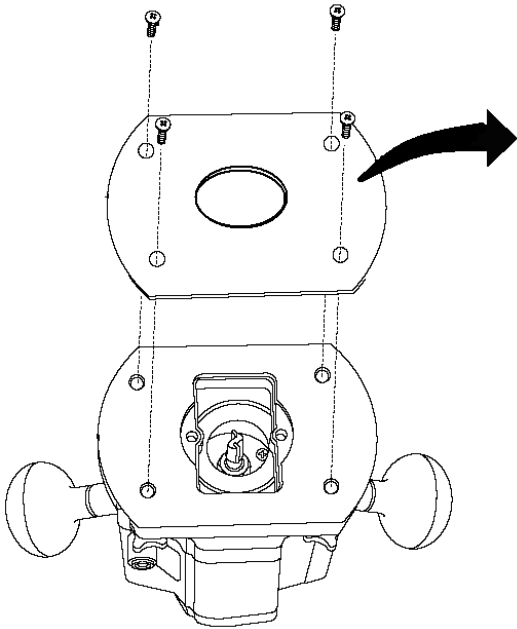
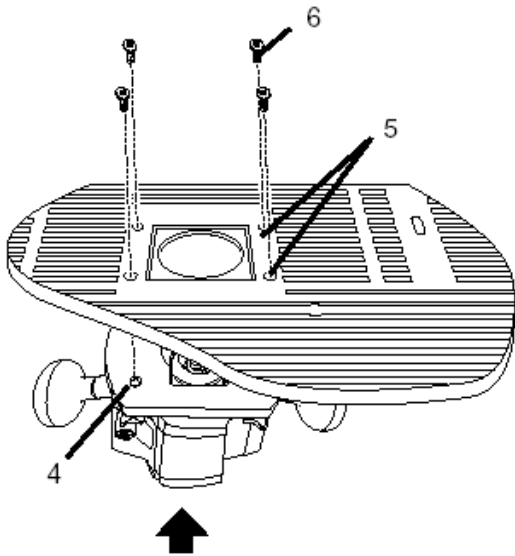
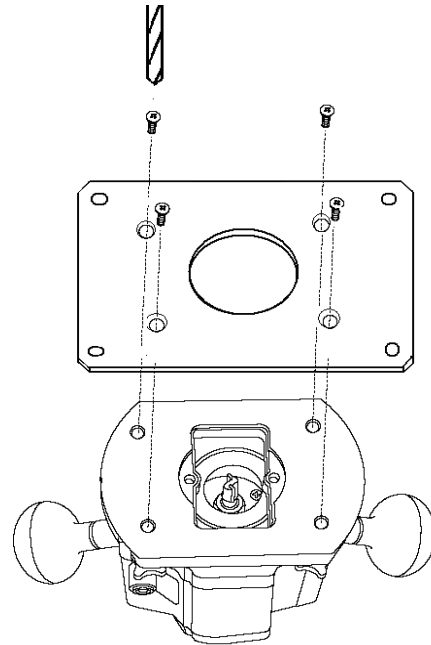
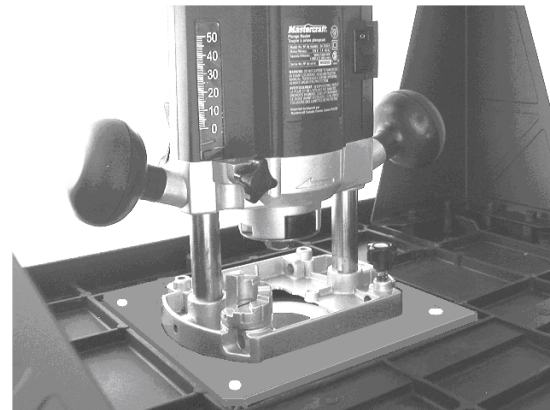

Fig 10
Fig 11
Fig 12
Fig 13
Montage der Oberfräse am Tisch (Fig10 bis Fig 13)
A) Direkte Montage (Fig 10, Fig 11):
Entfernen Sie die Gleitplatte der Oberfräse (Fig 10).
Befestigen Sie die Oberfräse mit den gelieferten Schrauben und Muttern direkt am Tisch (Fig 11).
B) Montage mit Montageplatte (Fig 12, Fig 13):
Die Montagelöcher müssen entsprechend des Bohrbildes Ihrer Oberfräse gebohrt werden (Fig 12).
Befestigen Sie die Oberfräse mit den gelieferten Schrauben und Muttern (Fig 12).
Verwenden Sie die gelieferten Schrauben und Muttern (Fig 13).